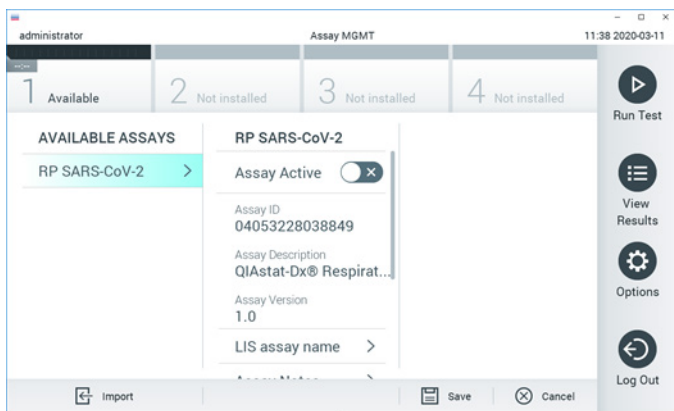

Рис. 36. Экран «Assay Management» (Управление тест-системами).
2. Нажмите кнопку **Options** (Опции) и выберите пункт **Assay Management** (Управление тест-системами). В области содержимого на дисплее отобразится экран «Assay Management» (Управление тест-системами) (рис. 36, следующая страница).